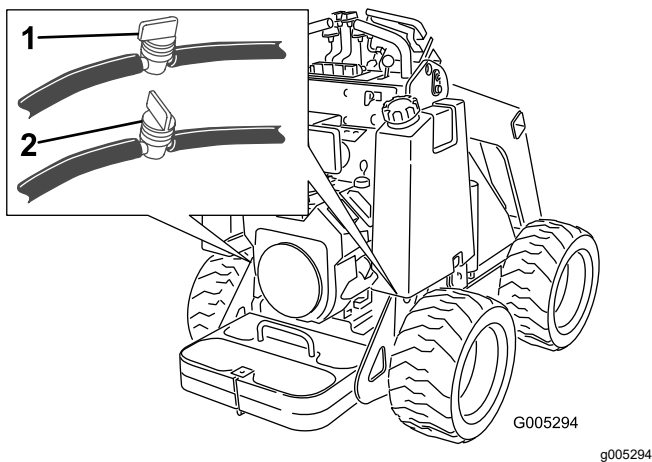

Figure 31
2. Fermez le robinet d'arrivée de carburant au bas de chaque réservoir de carburant (Figure 31).
3. Fermez le robinet d'arrivée de carburant sur le flexible au bas du/des réservoir(s) de carburant, comme montré à la Figure 31.
8. Ouvrez le(s) robinet(s) d'arrivée de carburant sur le(s) flexible(s) situé(s) près du fond du réservoir de carburant, comme montré à la Figure 31.